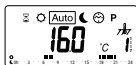

Figura 12
**Nota:** nell'esempio della Figura 12, la funzione attiva è la modalità automatica (Auto).